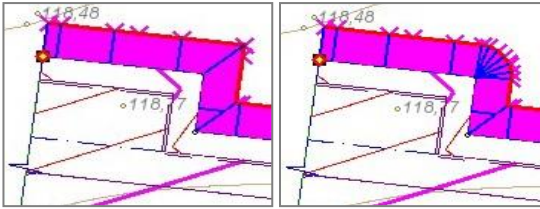

Рис. 6.29
- Сравните результаты построения с разными настройками данного параметра (рис. 6.29).